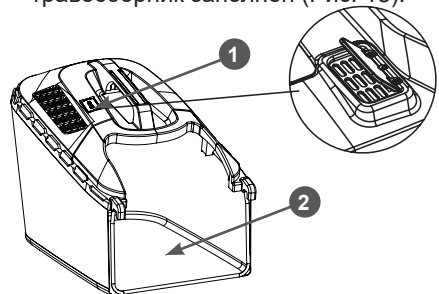

Рис. 18. Индикатор заполнения травосборника
14. Пока травосборник не заполнен, индикатор будет приподниматься потоком воздуха, проходящим через травосборник. Если индикатор находится в горизонтальном положении, значит травосборник заполнен (Рис. 18).